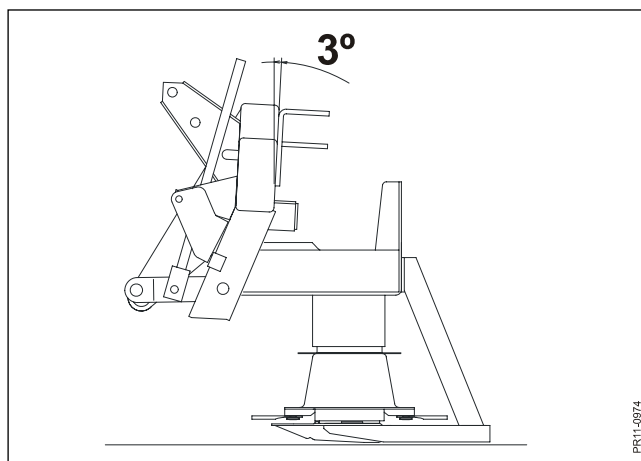

Fig. 3-10
- Fig. 3-10** Stubbhöjden kan ökas genom att tippa maskinen upp till 3° bakåt, vilket motsvarar att rotorbalken ligger helt vågrät över marken.